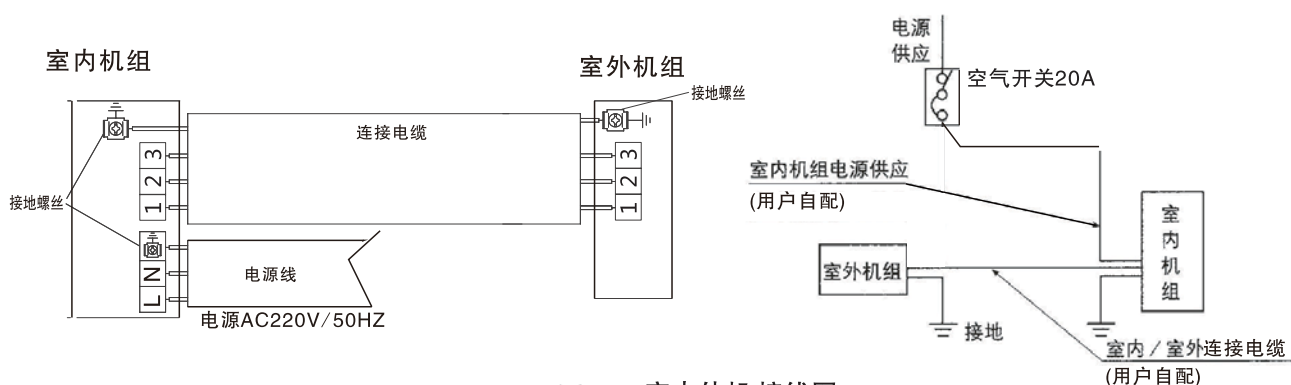

图23 室内外机 接线图
- (1) 用附件连接电缆按接线图要求正确地连接室内外机组，绝对不可连接错误(如图23)。
- (2) 连接电缆必须用室内外机组上的附属电线压板压紧。